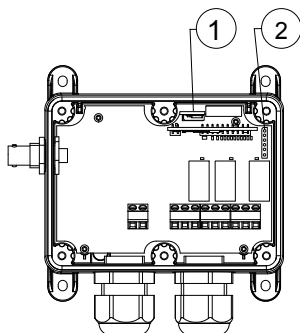

Figure 10.
4. Insérez la carte mémoire que vous voulez copier dans la fente de carte mémoire dans le récepteur (voir Figure 10).
5. Montez la carte d'affichage dans la fente de la carte d'affichage (voir Figure 10).
4. Insérez la carte mémoire sur laquelle vous souhaitez copier tous les paramètres dans la fente de la carte (voir Figure 10).